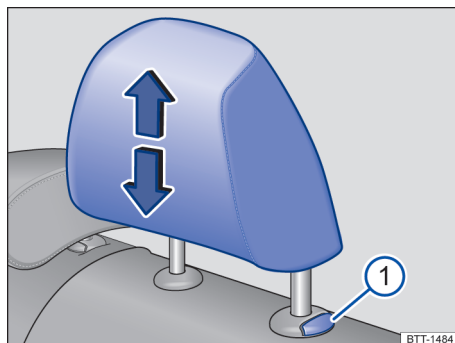
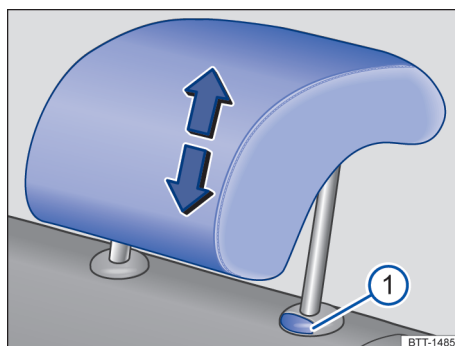

Fig. 74 En las plazas laterales traseras: ajustar el apoyacabezas.
Fig. 75 En la plaza central trasera: ajustar el apoyacabezas.
1. Suba o baje el apoyacabezas presionando al mismo tiempo la tecla → fig. 74 ❶ o → fig. 75 ❶.